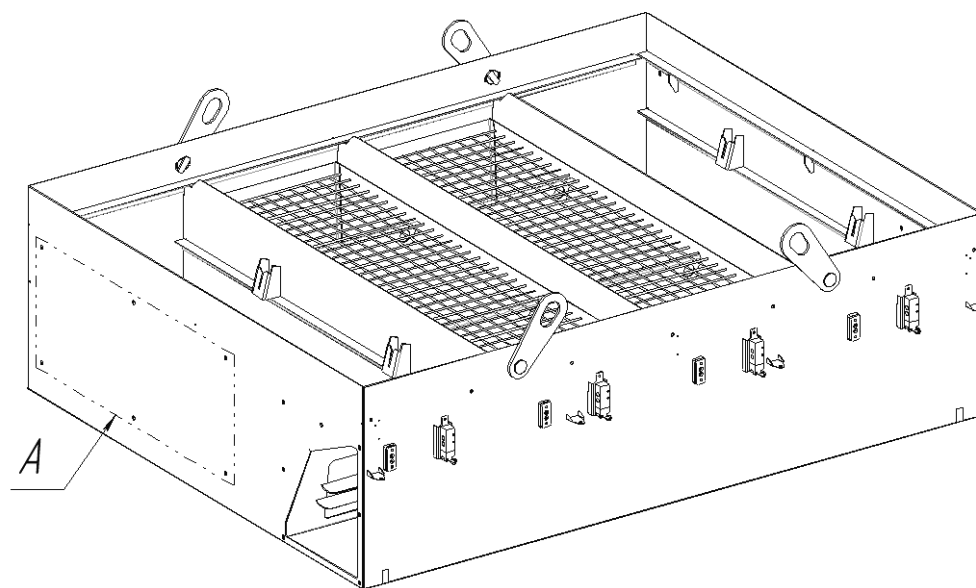

Рис. 3
6.1 С каждого модуля снять предохранительный кожух пневмосистемы, вынуть раму с пластинами а также из двух крайних секций извлечь ванны с ситами (рис. 3).
6.4 Осуществить контроль взаимного расположения отверстий А (рис. 3) на соседних модулях (отверстия предназначены для соединения модулей между собой). В случае несоосности указанных отверстий устранить её при помощи регулировочных болтов M16.
6.12 Заглушить отверстия А (рис. 3) в наружных стенках крайних модулей. Для этого установить в эти отверстия гайки М10 и вкрутить в них прилагаемые болты М10×25.